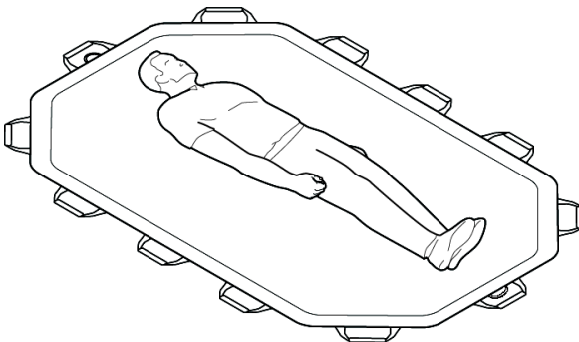

Abbildung 2
2. Den Patienten mit den üblichen Techniken auf die Mitte der Transfermatte legen, wie in Abbildung 2 dargestellt.